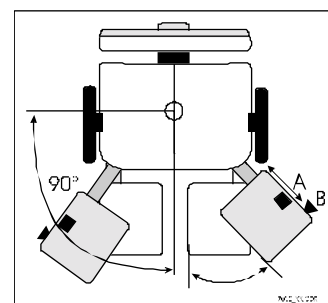

Abbildung 11
Die Beinauflagen können leicht bis zu 30° nach außen verstellt werden. Durch einfaches Drücken oder Ziehen an der Beinauflage, wird der Zugang zu den Innenseiten der Füße erleichtert (siehe Abb. 11).
- Die Länge der Beinauflagen ist ebenfalls leicht verstellbar. Drehen Sie den Knopf (siehe Abb. 11 Position A) an der Seite der Beinauflage los und bewegen Sie die Beinauflage dann in die gewünschte Position. Zur Befestigung drehen Sie den Knopf nach rechts. Drehen Sie den Knopf nicht zu fest an. Auf Abbildung 11 sind diese Drehknöpfe als schwarze Rechtecke
- ◇ Die Beinauflage befindet sich in einer Stellung und soll in eine andere Position gebracht werden: Einfach den Hebel (siehe Abb. 11 Position B) eindrücken und nach oben anheben oder nach unten drücken bis die gewünschte Position erreicht ist.
- Der Sitz des Stuhles kann sowohl nach rechts als auch nach links um 90° gedreht werden (siehe Abb. 11).